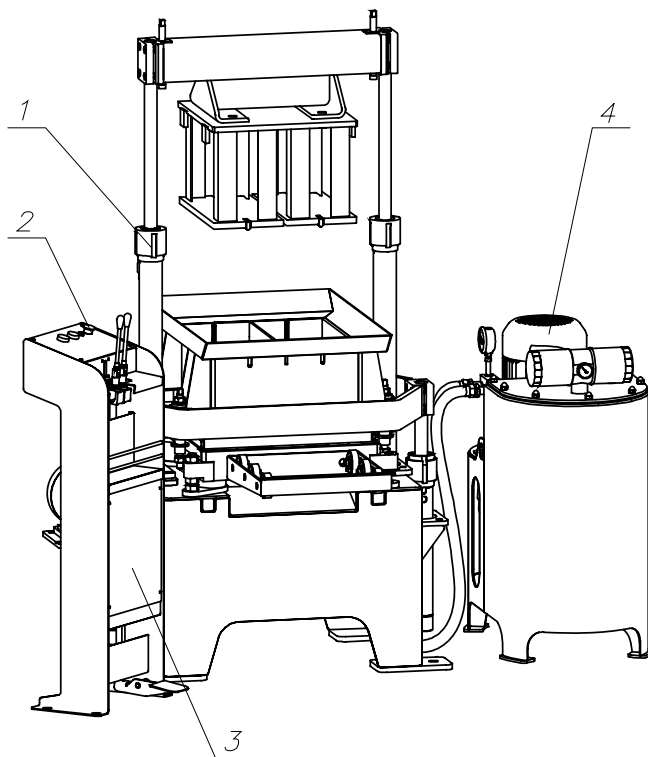

Рис. 1. Общая компоновка установки.
Установка «КОНДОР-1» (рис.1) состоит из вибропресса 1, пульта управления 2 с электрошкафом 3 и насосной установки 4.
3.1. Установка монтируется на виброизолированном фундаменте в соответствии со общим видом установки, приведенной на рис. 1. План фундамента и координаты фундаментных болтов показаны на рис. 10.